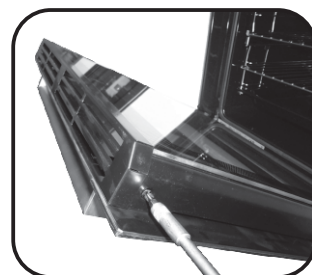

Rys. 1
- Otworzyć drzwi piekarnika. (Rys. 1)